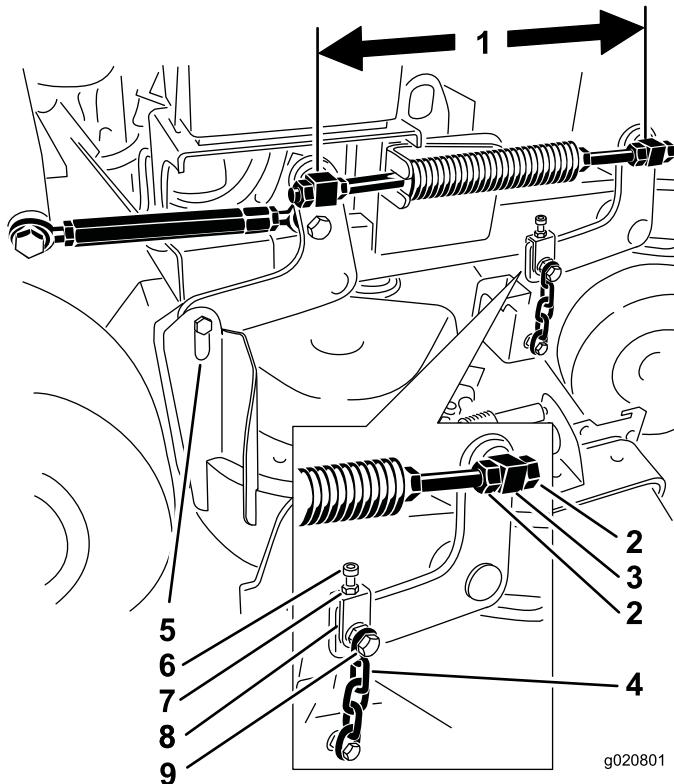

Figura 82
6. Compruebe la distancia entre los pivotes; mida del centro de un pivote al centro del otro (distancia entre centros) en cada varilla roscada (Figura 82).
11. Si es necesario ajustarlo, afloje el perno superior de la cadena (Figura 82).
5. Afloje los pernos superiores de las cadenas (Figura 82).